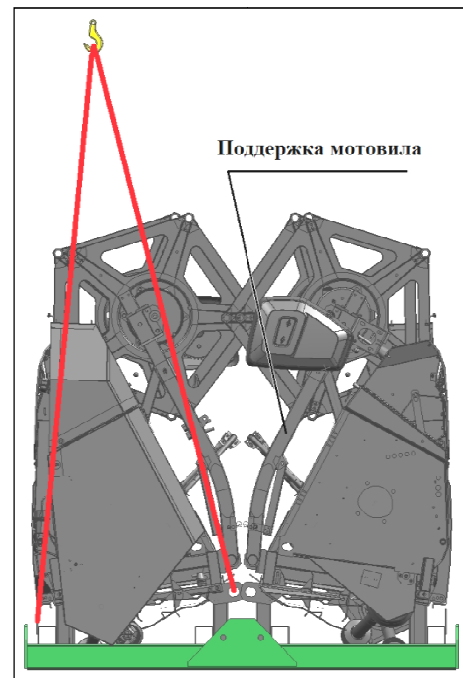

Рисунок 8.19
3) обвязать жатки проволокой между собой (через отверстия ушей на траверсах обоих жаток), обвязать поддержки мотовила (рисунок 8.19).